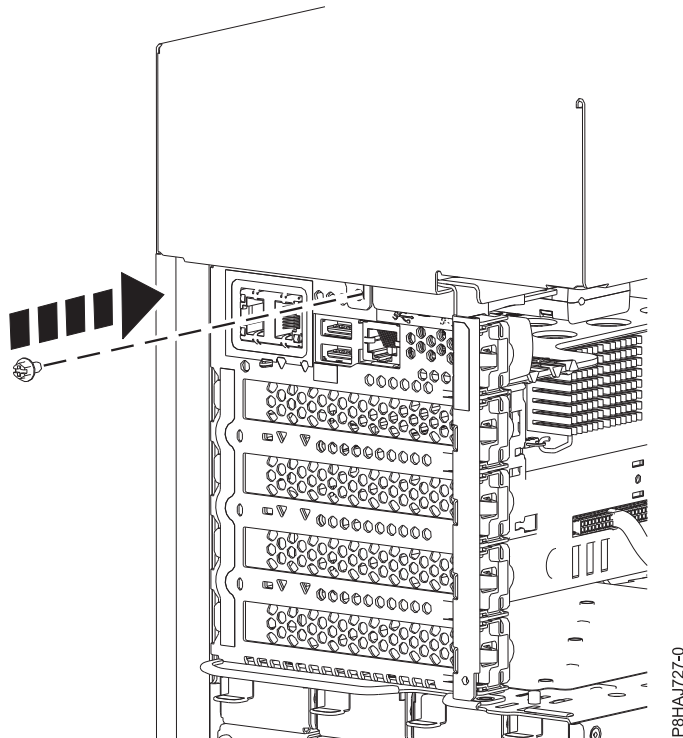

Figure 87. Installation de la vis capot latéral du 8286-41A
5. Installez la vis arrière du capot latéral à l'aide d'un tournevis cruciforme, comme illustré figure 87, à la page 112.